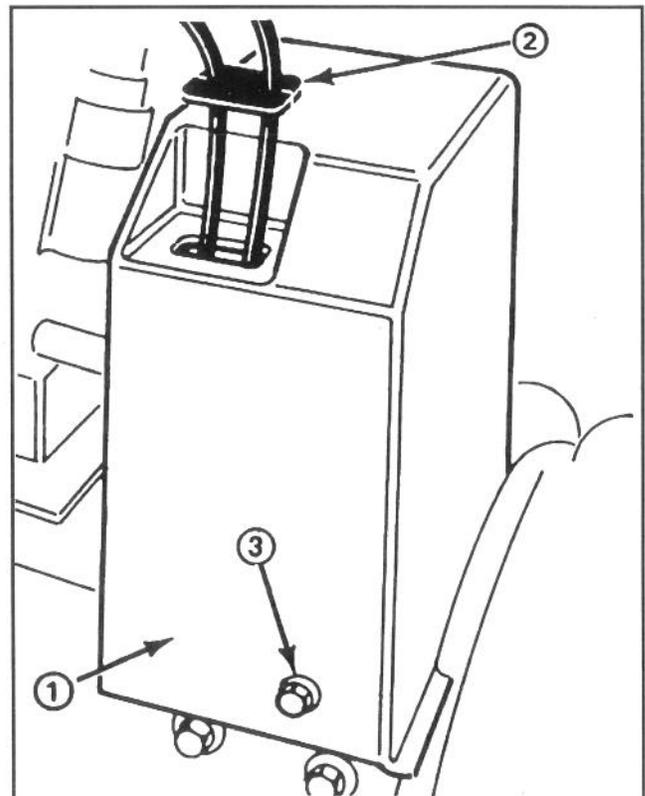

Abbildung 3
9. Obere Riemenabdeckung mit 3 Kopfschrauben an Motorrahmen befestigen (Abb. 3).
10. Kabelabdeckung auf Kabel schieben und in Loch im Riemenabdeckung bringen (Abb. 3).